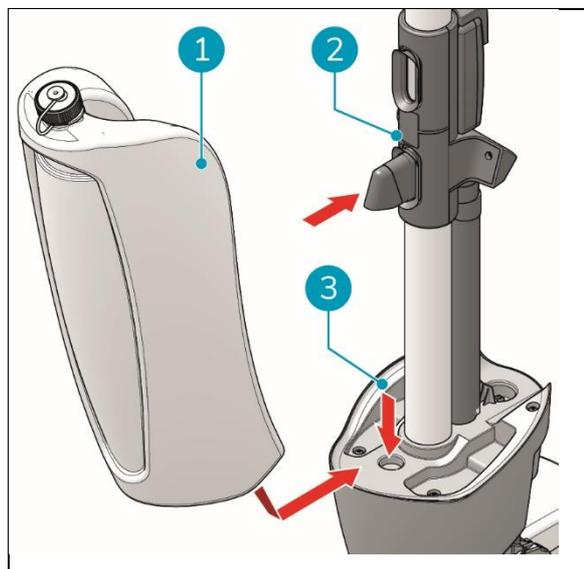

Abbildung 12
1. Legen Sie den Boden des Schmutzwassertanks (Abbildung 12, Pos. 1) auf die Vorderseite des i-mop® XXL Pro (Abbildung 12, Pos. 3).
2. Drücken Sie den oberen Teil des Behälters in die richtige Position, bis Sie ein "Klick"-Geräusch hören, der Magnet (Abbildung 12, Pos. 2) verriegelt den Rückgewinnungsbehälter in seiner Position.